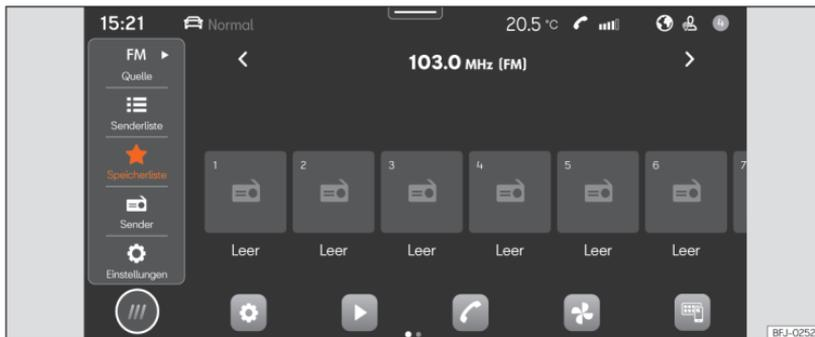

Abb. 160 Schematische Darstellung: Ansicht Radio.
- Drücken Sie **HOME** > >>> **[Abb. 160]**.